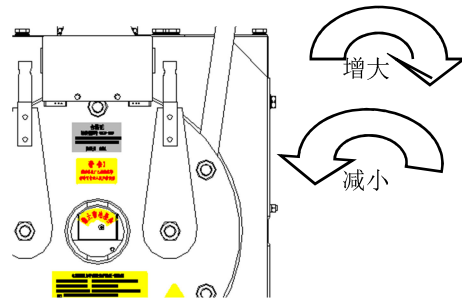

图 4 转动空心螺栓示意图
3. 松空心螺栓：按需求逆时针（气隙变小）或顺时针（气隙变大）转动空心螺栓（见 P3 图 4）；